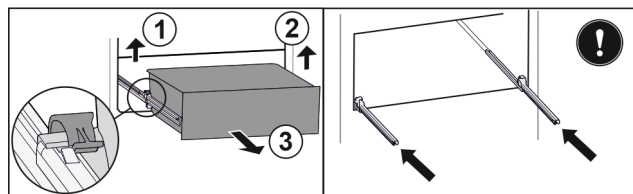

Fig. 91
- Linker klem optillen en gelijktijdig lade links naar voren trekken. Fig. 91 (1)
- Rechter klem optillen en gelijktijdig lade rechts naar voren trekken. Fig. 91 (2)
- Lade naar voren toe verwijderen. Fig. 91 (3)